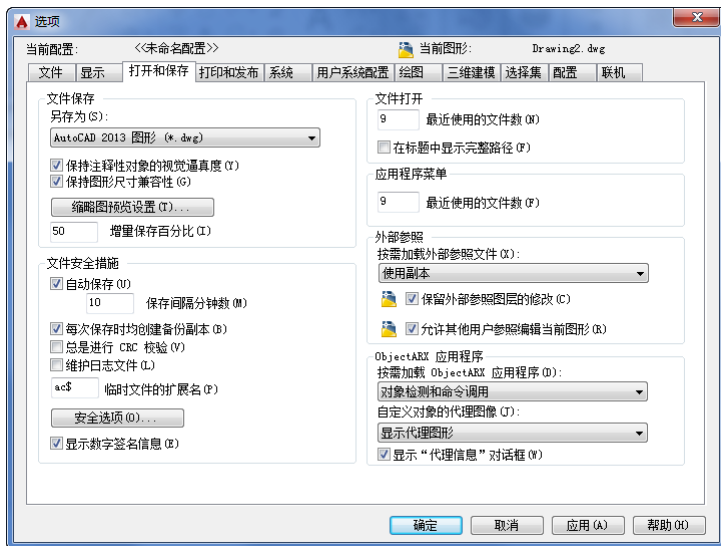

图 1-7 “选项”对话框中的“打开和保存”选项卡
- (1) 选择菜单栏中的“工具”→“选项”命令，打开“选项”对话框。
- (2) 单击“打开和保存”选项卡，如图1-7所示。
- (3) 勾选“文件安全措施”中的“自动保存”复选框，在其下方的输入框中输入自动保存的间隔分钟数。建议设置为10~30min。
- (4) 在“文件安全措施”中的“临时文件的扩展名”输入框中，可以改变临时文件的扩展名，默认为ac\$。
- (5) 打开“文件”选项卡，在“自动保存文件位置”中设置自动保存文件的路径，单击“浏览”按钮修改自动保存文件的存储位置。单击“确定”按钮。